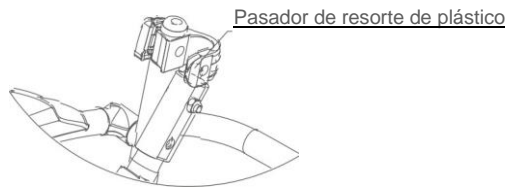
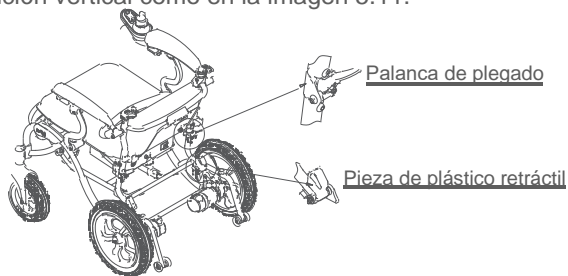
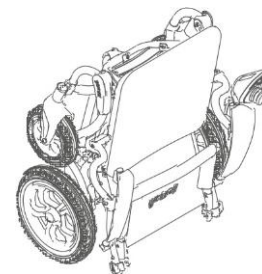

Imagen 5.10
Imagen 5.11
Imagen 5.12
- Tire de la hebilla trasera, gírela 90 grados y gire la barra de empuje manual en sentido contrario a las agujas del reloj hasta que el pasador de resorte de plástico sobresalga, como se observa en la imagen 5.10.
- Tire de la hebilla de bloqueo que se muestra en la imagen 5.5 y del tubo antivuelco que se aprecia en la imagen 5.12. Al mismo tiempo, tire de las palancas de plegado de ambos lados, como se observa en la imagen 5.10. Pliegue la silla de ruedas hacia abajo con firmeza hasta que el pasador elástico quede encajado en la pieza de plástico retráctil. A continuación, disponga la silla en posición vertical como en la imagen 5.11.